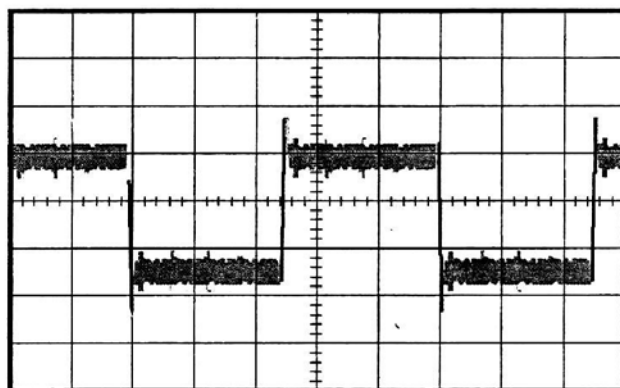

Fig.85.- Señal que muestra los picos de ruido y espurios.
- La señal medida es como aparece en la fig. 85.